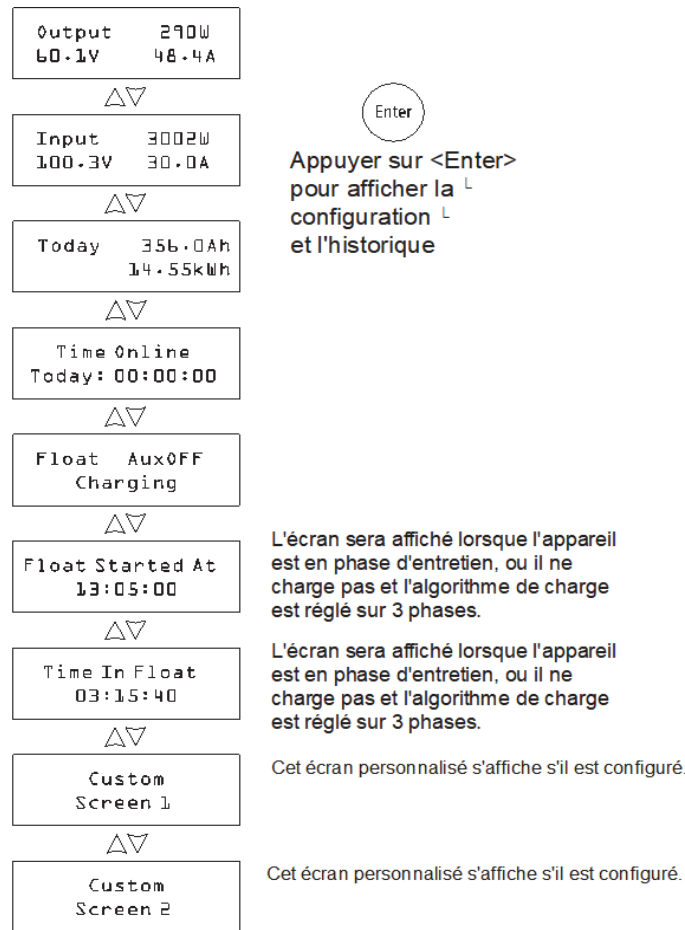

Figure 4-1 Écrans de service
- En mode Contrôle de charge l'écran affiche la puissance, la tension et le courant de sortie (e des informations supplémentaires, voir Figure 4-1).
L'écran du panneau frontal de l'appareil affiche différents messages au démarrage et pendant son fonctionnement. Figure 4-1 montre la séquence d'affichage des écrans de démarrage et de fonctionnement.